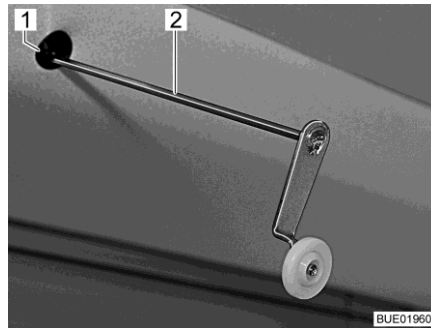

Fig. 136 Manivelle pour le régime de secours
- Insérer la manivelle (Fig. 136,2) ou la clé mâle coudée pour vis à six pans creux dans la réception (Fig. 136,1) sur le moteur. La réception se trouve dans la découpe du cache en haut à gauche sur le lit escamotable.